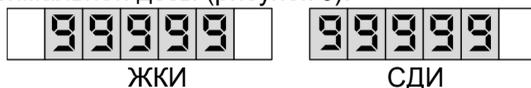

Рисунок 9
8.6 Если при достижении максимальной дозы насосный агрегат ТРК остановлен, а на устройство продолжают поступать счетные импульсы от ДРТ, устройство выводит на табло информацию о переливе миганием максимальной дозы (рисунок 9).